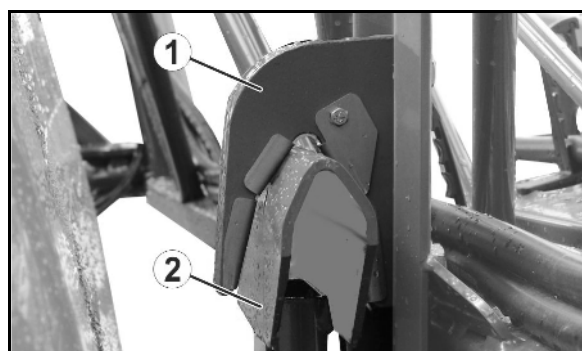

Fig. 76
- os anzóis (Fig. 76/1) libertam o suporte da barra (Fig. 76/2).
- os anzóis (Fig. 76/1) recuperam o suporte da barra (Fig. 76/2).